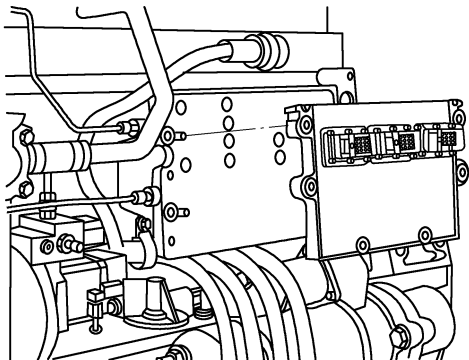

图 5-162 拆下固定螺栓, 然后拆下 ECM
② 拆卸将 ECM 固定在发动机缸体冷却板上的螺栓, 从冷却板上拆下 ECM, 如图 5-162 所示。